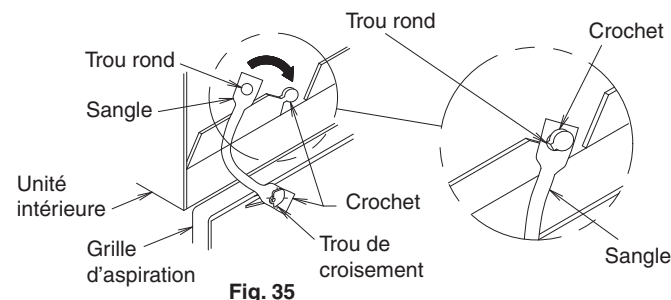

Fig. 35
- Lors de l'installation de la grille d'aspiration, suspendez le ressort de la grille d'aspiration à la partie de suspension de l'unité intérieure comme indiqué dans la Fig. 35.